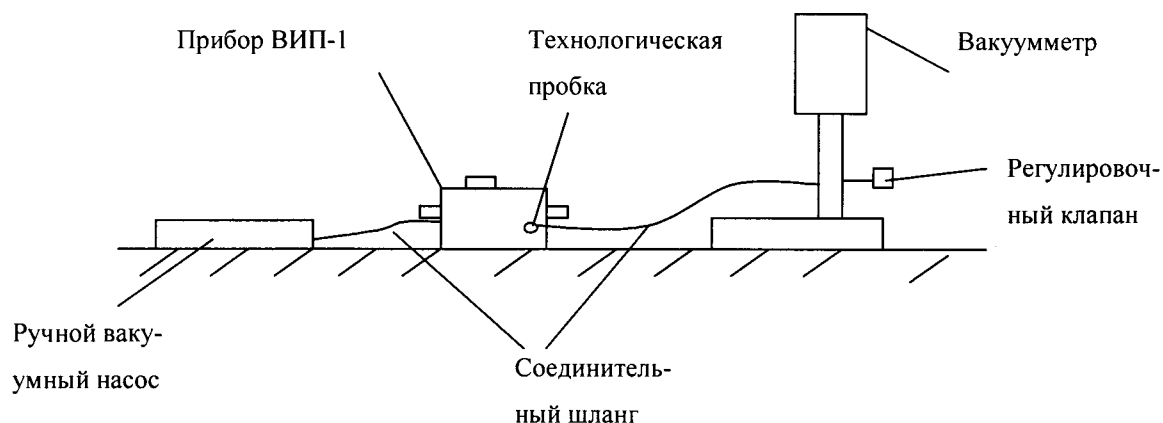

Рисунок 1 – Схема подключения приборов модификации ВИП-1.1
8.8 Если в процессе работы прибор перестает реагировать на нажатие клавиш и не отключается, необходимо нажать булавкой или канцелярской скрепкой на специальную кнопку сброса питания на микроконтроллере (см. рисунок 1).